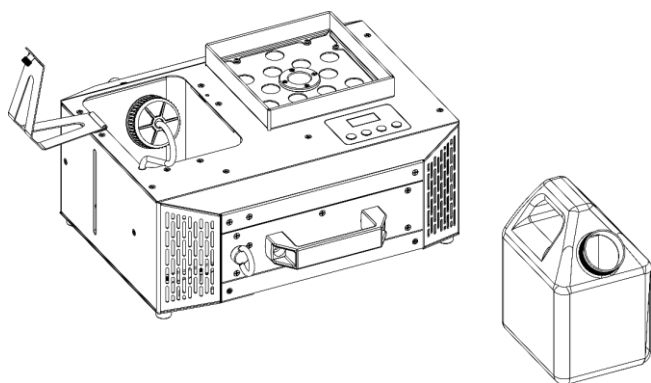

Fig. 42
- 06) Posizionare il **serbatoio del liquido (02)** su un piano di servizio vicino al dispositivo, come mostrato nella Fig. 42.